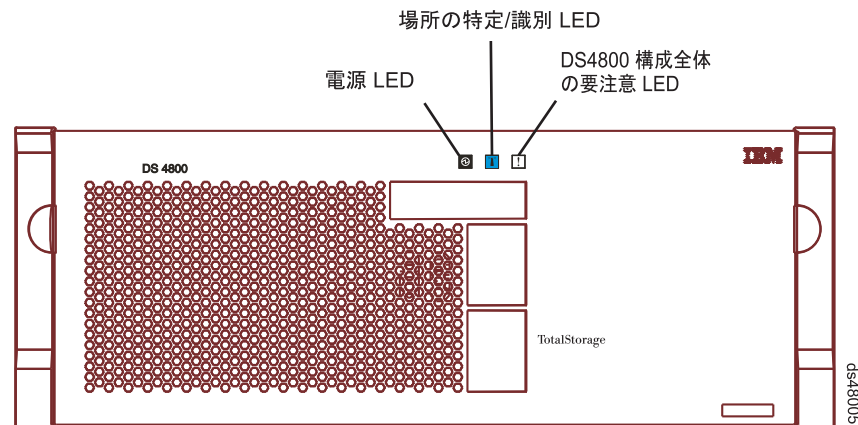

図 98. DS4800 の前面ベゼルにある DS4800 構成全体の要注意 LED
2. ストレージ・サブシステムの前面ベゼルにある DS4800 構成全体の要注意 LED を調べて、障害のあるバッテリーが含まれているストレージ・サブシステムを突き止めます。(図 98 に、前面ベゼルにある DS4800 構成全体の要注意 LED の位置を示します。)